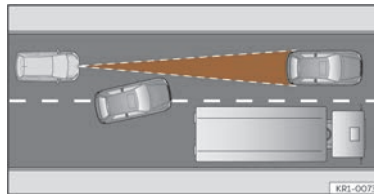

Fig. 140 Changement de voie d'un véhicule.
- Véhicules changeant de voie pour aller sur la vôtre, à courte distance de votre véhicule >>> **fig. 140**.